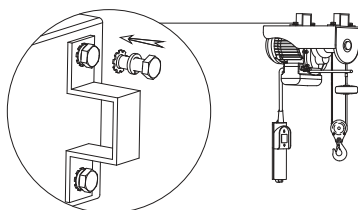

FIG.4
1. Localice las dos abrazaderas / Anillos de fijación y los pernos / Tornillos hexagonales (FIG.4).